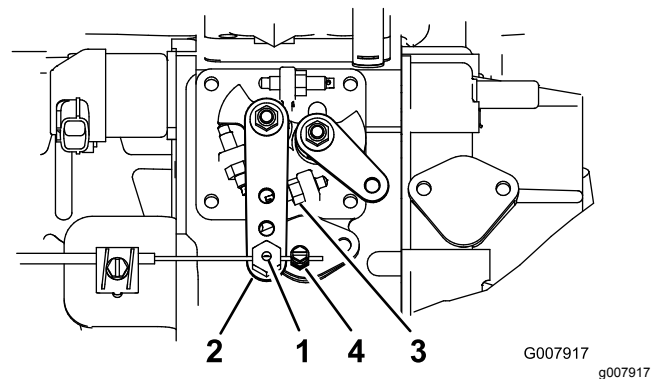

Figura 50
2. Allentate il raccordo del cavo dell'acceleratore, sul cavo dell'acceleratore, vicino alla leva della pompa di iniezione (Figura 50).
3. Tenete il braccio della leva della pompa di iniezione contro il fermo della minima superiore (Figura 50).